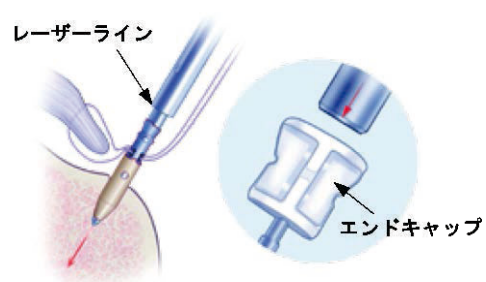

図 2
6. マレットでインサーターの後部をタッピングし、アンカーを骨に挿入します。インサーターのプッシャーに付してあるレーザーラインが骨に接触するまでタッピングします（図 2）。骨表面が固い場合は、専用のオウル®で骨孔を作成します。インサーターの後端にエンドキャップを取り付けるとマレットに当たる部分が広くなり、タッピングしやすくなります。